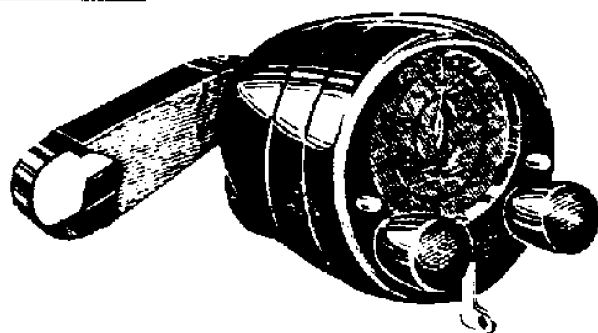
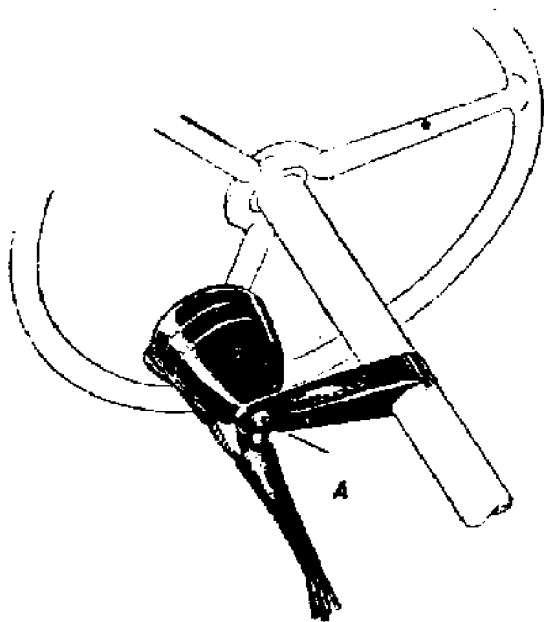
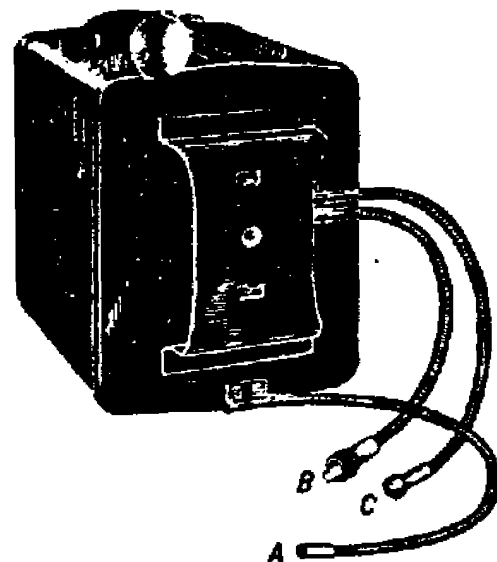

Fig. 7
Fig. 8
Fig. 14
Een van de beide schroeven voor het vastzetten van den beugel van dit bedieningskastje (fig. 7) moet geheel worden losgeschroefd. Plaats den beugel nu om de stuurstang en breng de schroef weer aan. Monteer het bedieningskastje zóó, dat het gemakkelijk gehanteerd kan worden. Het kan in elken gewenschten stand worden gedraaid, na één van de schroeven van den beugel en schroef A (zie fig. 8) te hebben losgedraaid.
Aan de achterzijde van het toestel bevinden zich 3 kabels (zie fig. 14):
Om de schaal van het bedieningskastje te ijken, wordt het toestel eerst ingeschakeld, door den sleutel van het bedieningskastje in den verticalen stand te zetten. Dan wordt het toestel voor ontvangst van middelgolven ingesteld, door den groenen knop in te drukken. Deze moet niet langer dan noodig ingedrukt worden, daar het toestel anders beschadigd zou kunnen worden. Na een tiental seconden zullen de lampen op temperatuur zijn gekomen. Men stemt dan, ongeacht den stand van den afstemwijzer, op een bekenden zender af, bij voorkeur met een golflengte lager dan 300 m. Wordt een langegolf station ontvangen, nadat de groene knop ingedrukt is, dan moet het koppelstuk B (zie fig. 14) een halven slag worden gedraaid. Laat het toestel nu op dit station afgestemd staan en steek een schroevendraaier in de holle bevestigingsschroef aan de achterzijde van het bedieningskastje (in fig. 8 met A gemerkt). Stel den wijzer met den schroevendraaier zóó in, dat deze naar de golflengte, waarop het toestel is afgestemd, wijst. Het ijken van het bedieningskastje voor montage onder of op het dashboard geschiedt op dezelfde wijze; de stelschroef is hierbij echter niet door een holle bevestigingsschroef omgeven.
- 5) Ga na of aan massa leggen van het koppelstuk A (zie fig. 14) verbetering geeft.